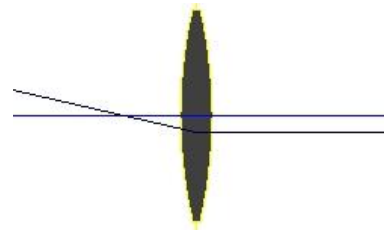

Abbildung 5: Strahl durch den Brennpunkt
- Der Strahl durch den Brennpunkt (Abbildung 5) erzeugt einen achsenparallelen Strahl.